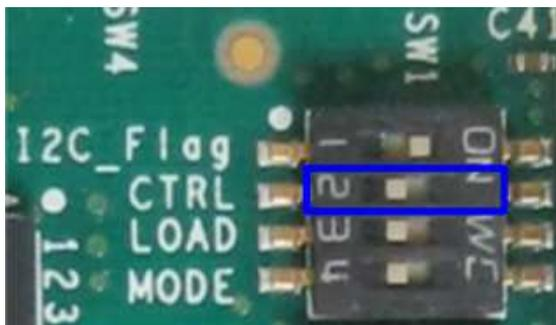

図 2-8: SW1 の Bit[2]=OFF とし Arria10SoC ボードからの PCIe 電源供給を設定
- 図 2-8 のように SW1 の Bit[2]を OFF として、PCIe の電源ソース供給を設定します。